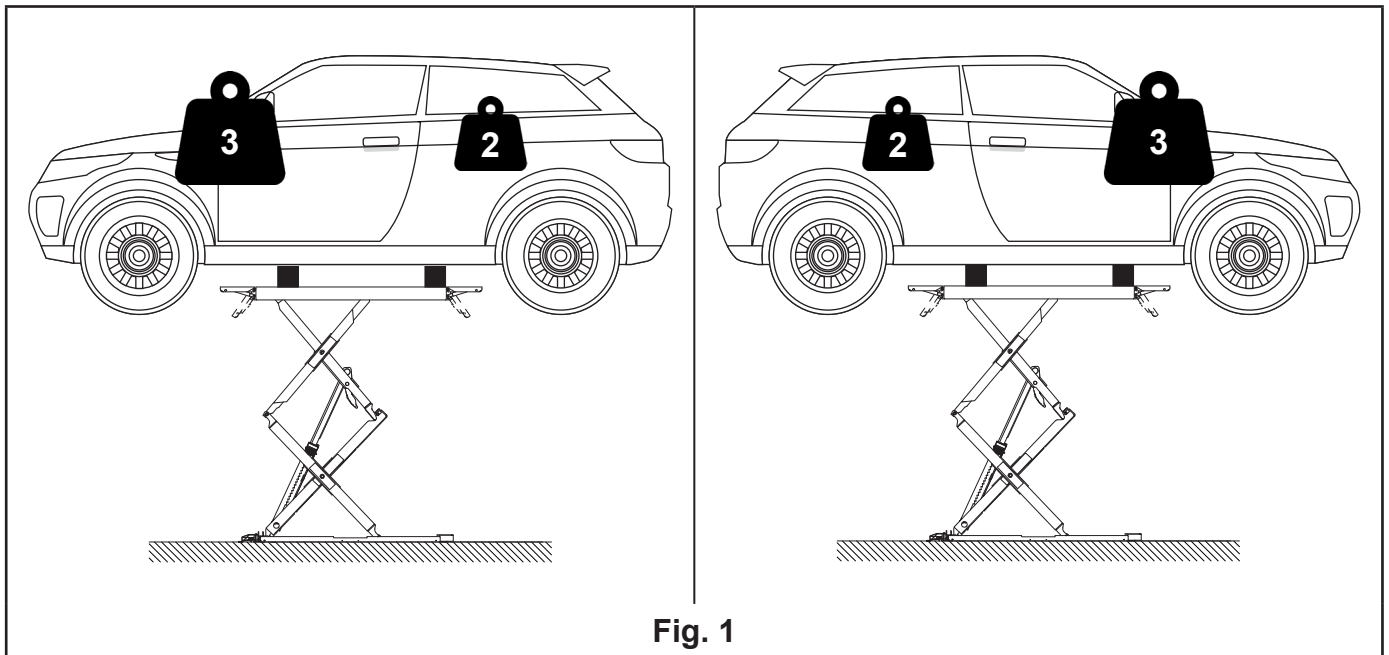

Fig. 1
- 3:2 / 2:3 (réversible) (Fig. 1).